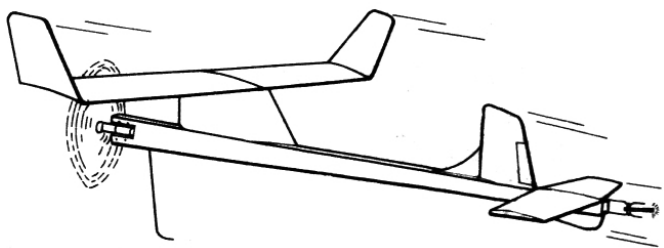

图 1-5 活塞式自由飞模型飞机
(5) 活塞式自由飞模型飞机——以一台活塞式内燃机为动力，内燃机在规定的时间内，把模型迅速拉上天。发动机停车以后，模型就进入自由滑翔，如图 1-5。